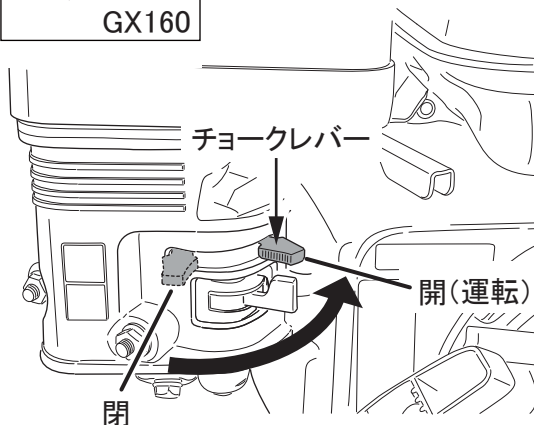

図 19
6. エンジンが始動したらすぐに調速レバーを戻し、エンジンの回転音を確認しながらチョークレバーを徐々に戻し全開にします。(図19)